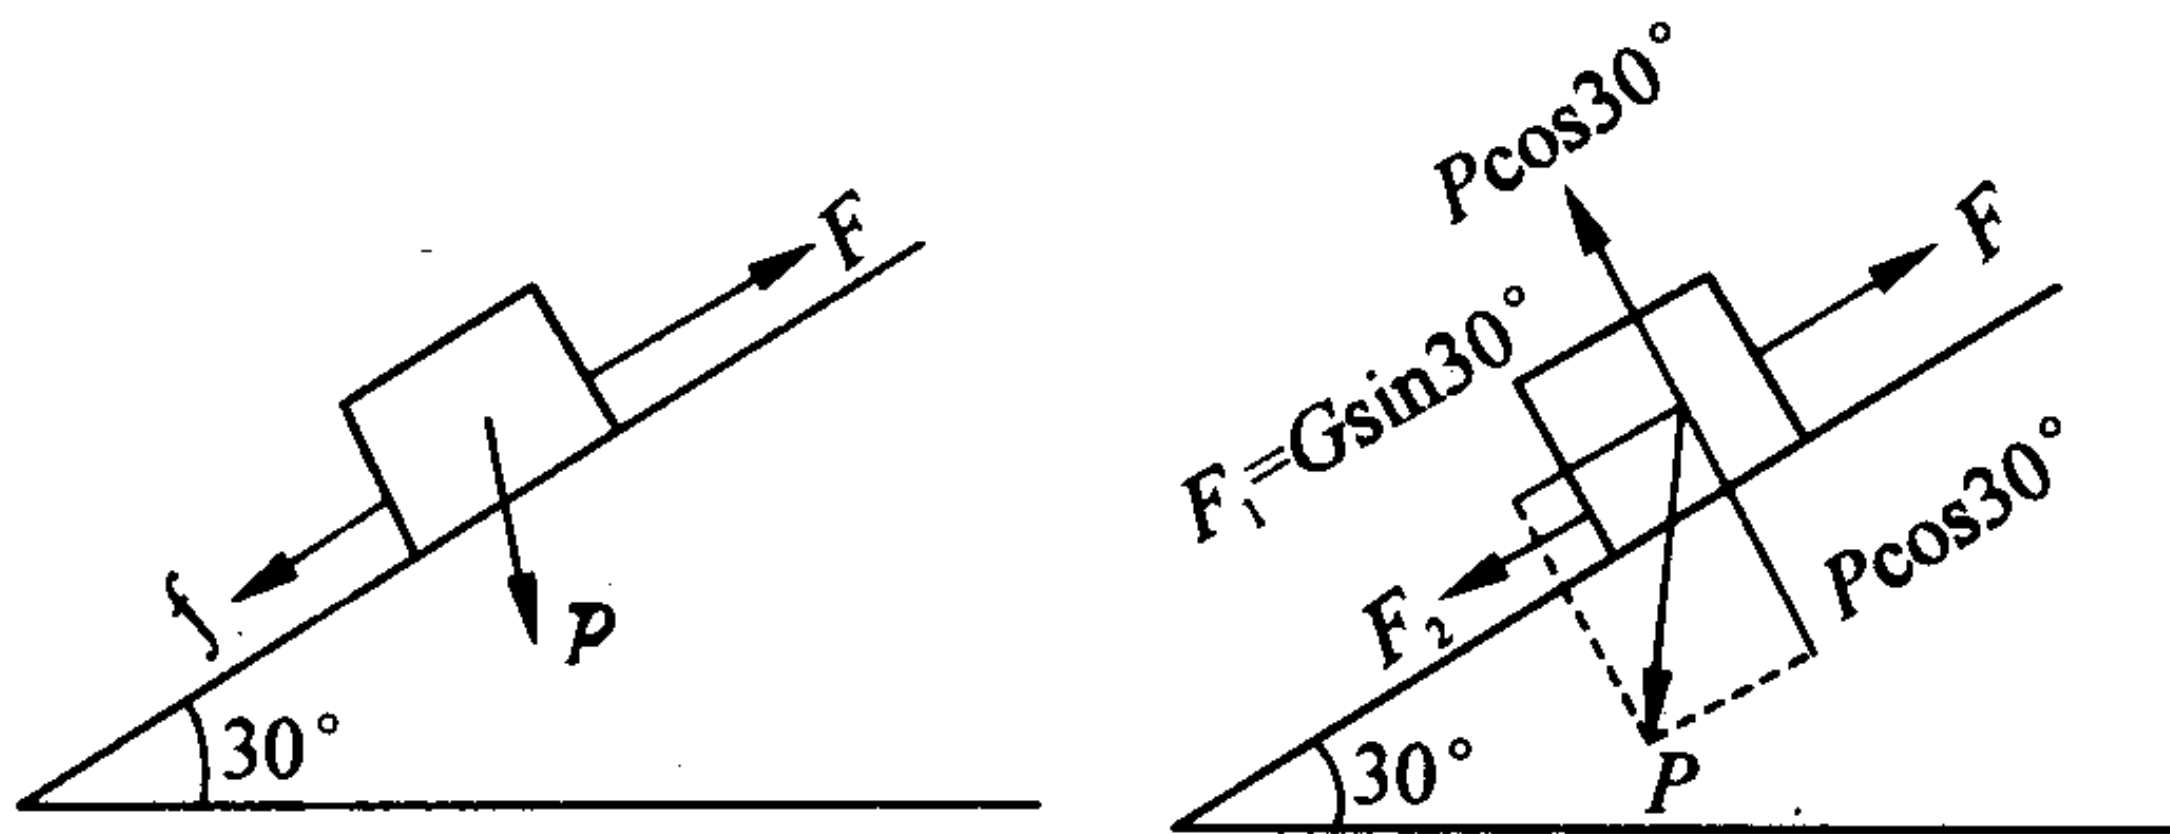

图 1
14. 如图 1 所示，物体重 25 kg，摩擦系数  $f$  为 0.2，求至少需用多少力才能使物体匀速向上运动？